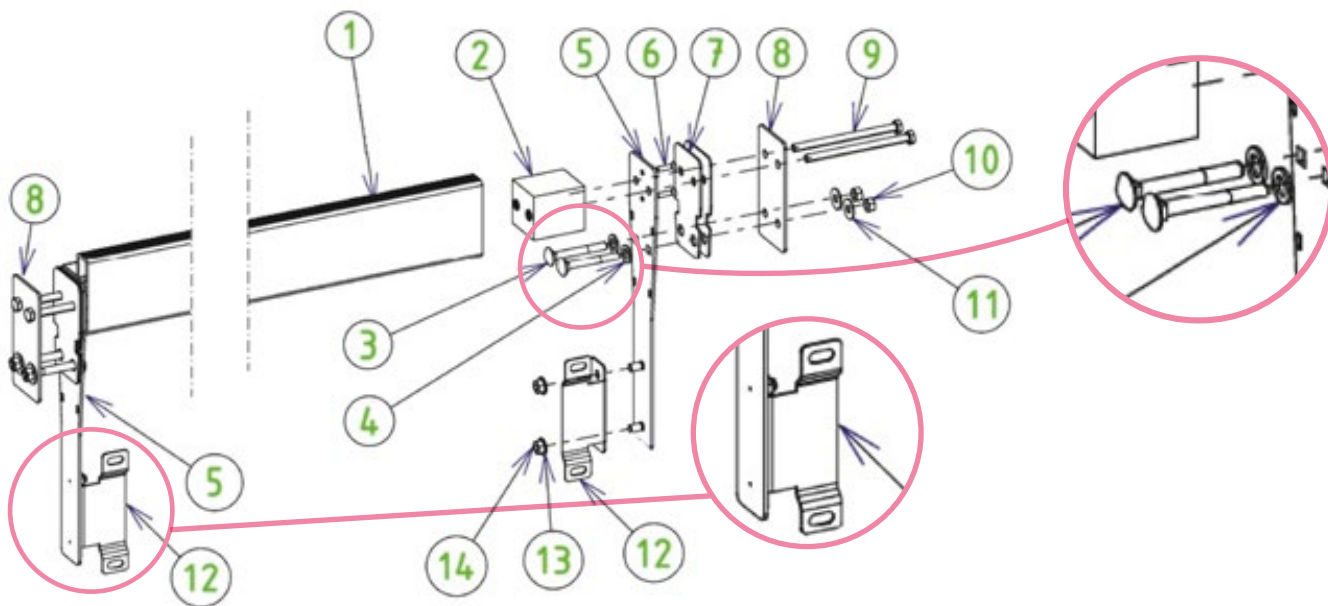

Abbildung 42 – Montage und Installation des Trägers
Die Montageschritte des Trägers werden in *Abbildung 42* dargestellt. Die zur Montage erforderlichen Schrauben finden Sie in Beutel Y. In der Abbildung befindet sich die Holzwand zwischen den Teilen 7 und 8, die Folie ist zwischen den beiden Gummi-Dichtungsplatten (7) eingezwängt.
Befestigen Sie die beiden Winkel (12) mit Hilfe von 4 Muttern (14) und vier 8 mm Edelstahl-Unterlegscheiben A4 (13) an den Trägerplatten (5). Die herausstehenden Teile der Winkel (12), die eine Einkerbung haben, müssen an der dem Skimmer und der Achse gegenüberliegenden Seite sein (siehe vergrößerte Ansicht der Winkel (12) in *Abbildung 42*).
Befestigen Sie schließlich die Trennwand auf den Winkeln (Teil 12 in *Abbildung 42*) mit vier Senkkopfschrauben (7) 8 × 16, vier Unterlegscheiben und vier Muttern von 8 mm Durchmesser aus A4 Edelstahl.